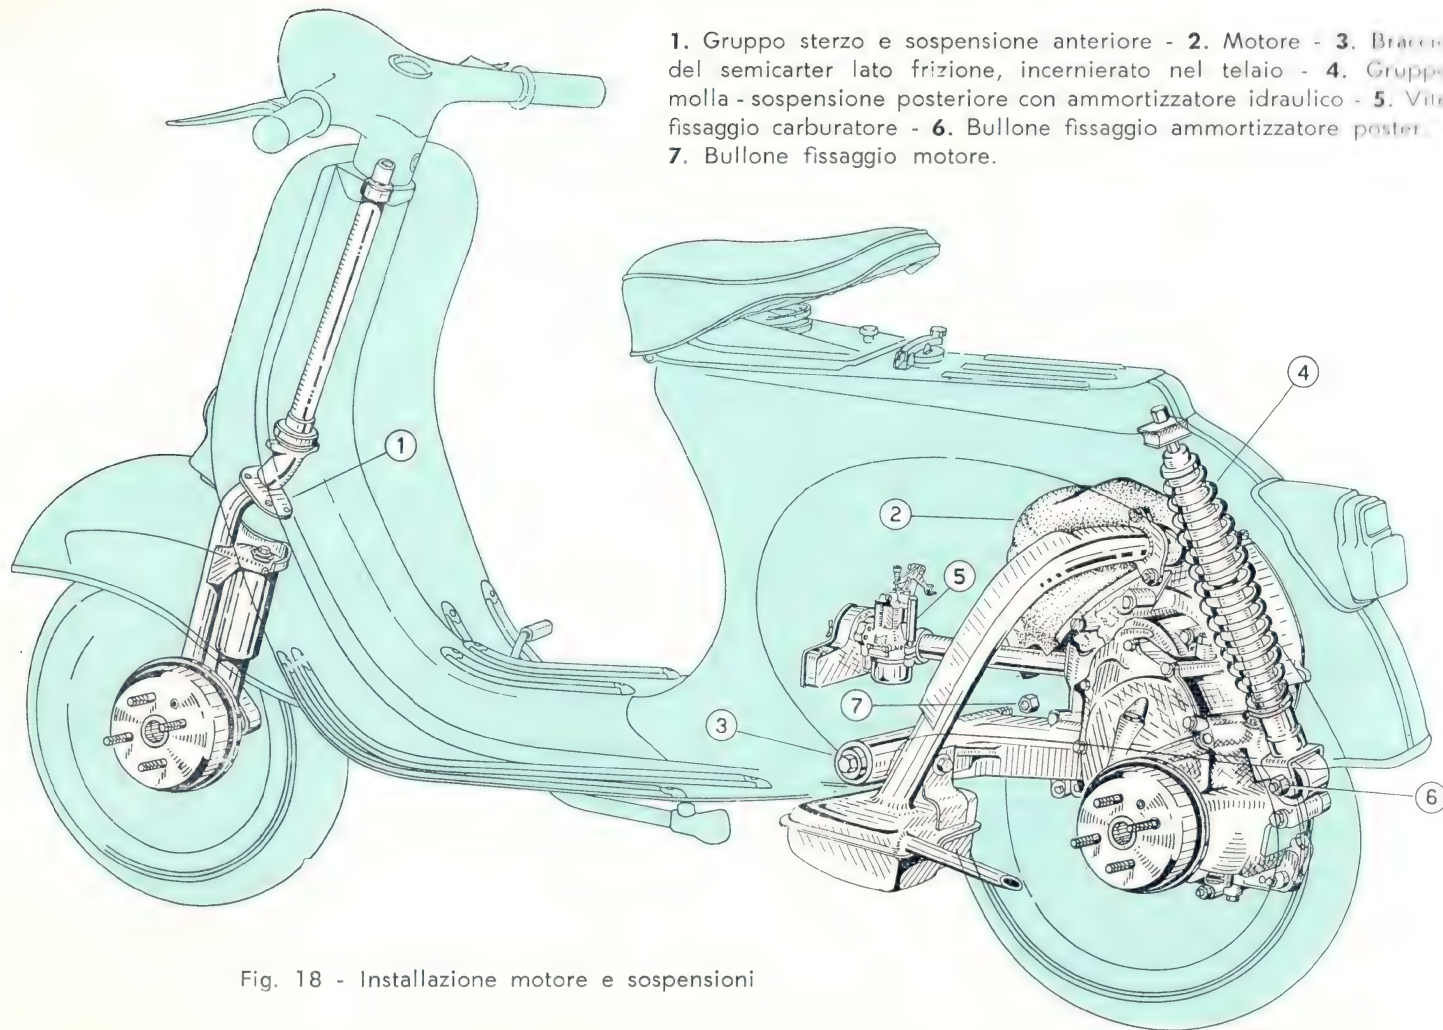

Fig. 18 - Installazione motore e sospensioni
**MOTORE:** ved. caratteristiche a pag. 6 e sezione fig. 3. Il motore, a mezzo del braccio del semicarterm lato frizione, è incernierato elasticamente al telaio del veicolo (fig. 18).